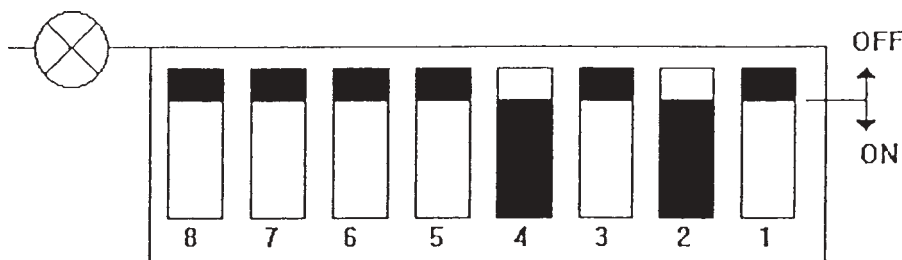

Fig. 14
Passo 4: collegare un milliamperometro fra i terminali 14 (+), 13 della morsettiere per leggere il segnale di posizione valvola (4-20 mA). Posizionare i "dipswitches" sulla carta posizionale sulla configurazione seguente (fig. 14).
Step 4: connect a milliamperometer between terminals 14 (+), 13 of the MDU100 terminal block to read the valve feedback signal. Close dipswitches on the positioner card to obtain the following configuration. Fig. 14 of dipswitches.